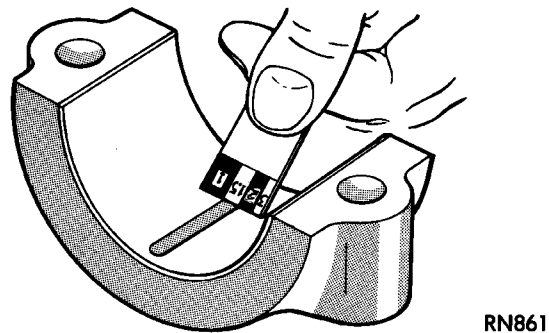

Fig. 3 Medición de la luz
(2) Retire la tapa del cojinete y compare la anchura de la galga descartable aplanada con la escala métrica provista en el envase (Fig. 3). Las galgas descartables generalmente tienen 2 escalas (una